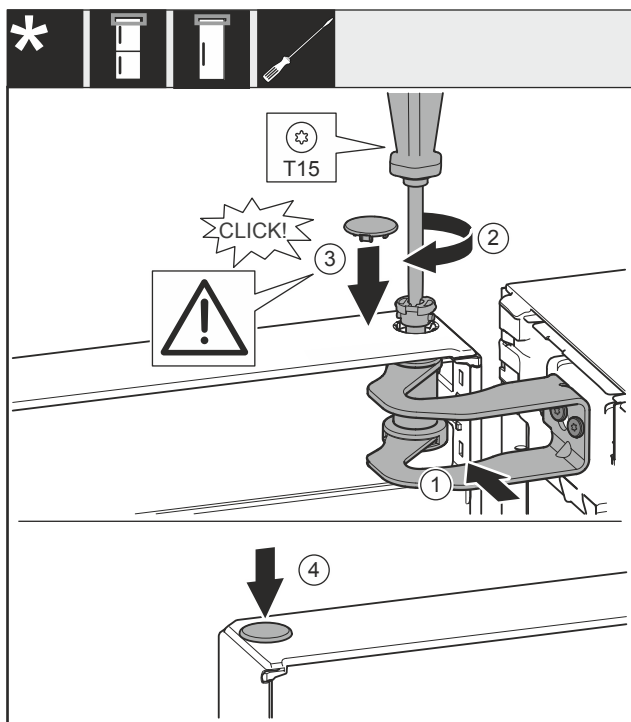

Fig. 50
- ▶ Выровняйте дверь по отверстию в опорном кронштейне Fig. 50 (1).
- ▶ Вставьте палец Fig. 50 (2) и затяните отверткой.
- ▶ Установите крышку Fig. 50 (3).
- ▶ Проследите за тем, чтобы крышка Fig. 50 (3) прилегала к дверям.
- ▶ Установите крышку Fig. 50 (4).